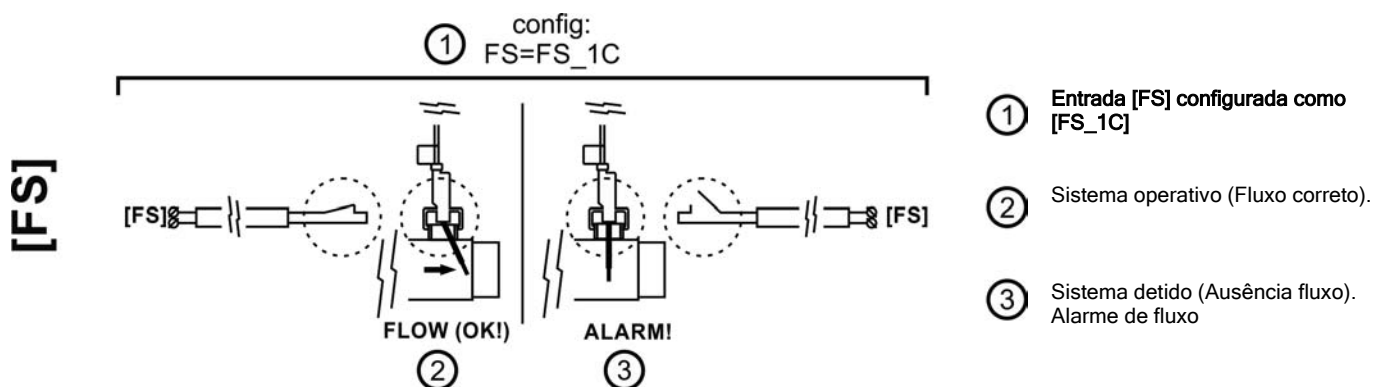

Fig. 7
**[FS] Controlo DETETOR FLUXO EXTERNO OPCIONAL (não facultado com o equipamento):** entrada para contacto livre de tensão. Conectar os cabos do detetor de fluxo externo à entrada correspondente [FS] situada no conector [CN7] da placa de potência da unidade. Quando o contacto conectado a [FS] se abre (detetor de fluxo externo em repouso, fig. 7), e [FS] foi configurado como [FS1c], o sistema de eletrólise é desconectado (alarme de fluxo).